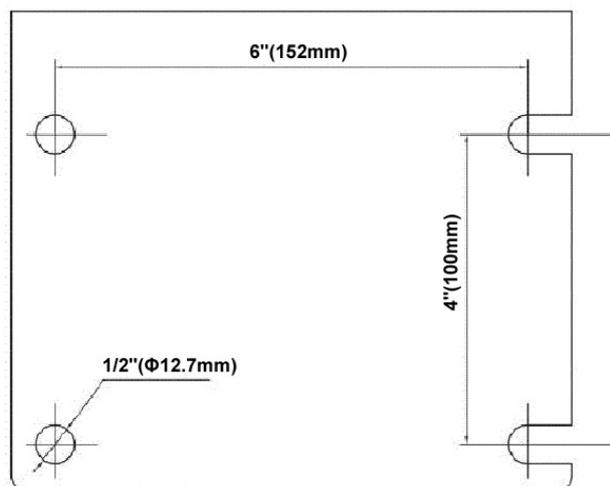

FIGURA 2 – Plantilla de Base La plantilla no está dibujada a escala
3. La base del carrete tiene cuatro 1/2" (12.7mm) agujeros perforados para el montaje en una superficie plana adecuada. La Figura 2 en la Página 5 muestra la correcta posición de los 4 agujeros para montaje en la base.